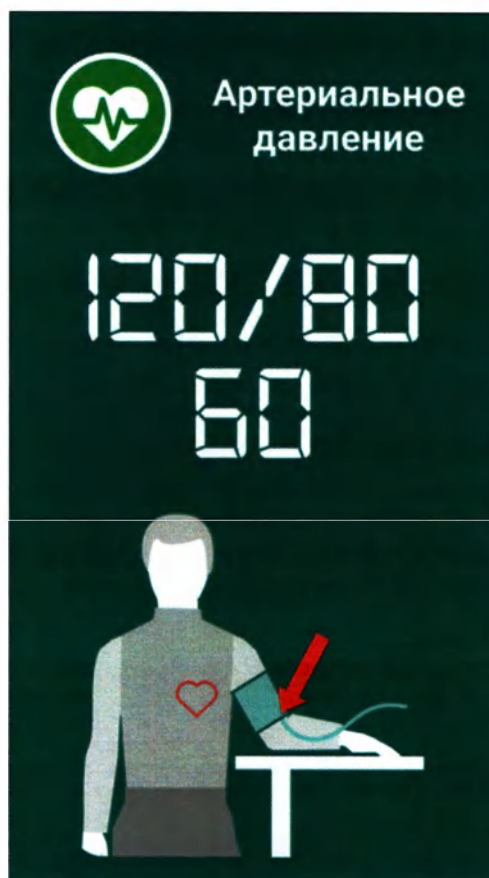

Рисунок 13 – Режим измерений «Артериальное давление» в ПО
7) Выберите в установленном приложении на смартфоне режим «Артериальное давления», затем запустите измерение при помощи кнопки в приложении в верхнем левом углу дисплея (рисунок 13).